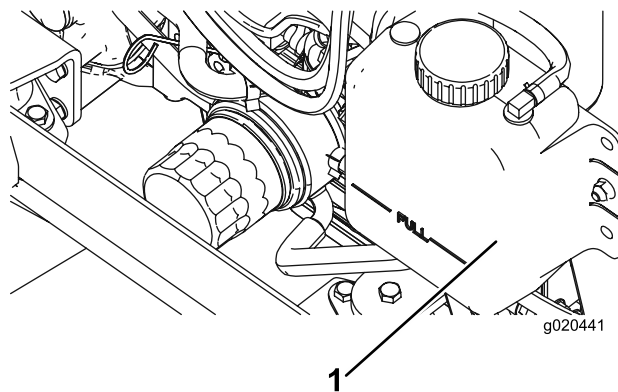

Figura 12
1. Togliete con cautela il tappo del radiatore e il tappo del serbatoio di espansione (Figura 12).